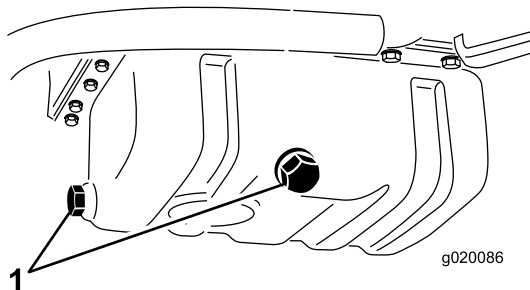

Bild 55
- Entfernen Sie eine der Ablassschrauben (Bild 55) und lassen Sie das Öl in die Auffangwanne ab. Schrauben Sie die Ablassschraube wieder ein, nachdem das Öl abgelassen ist.